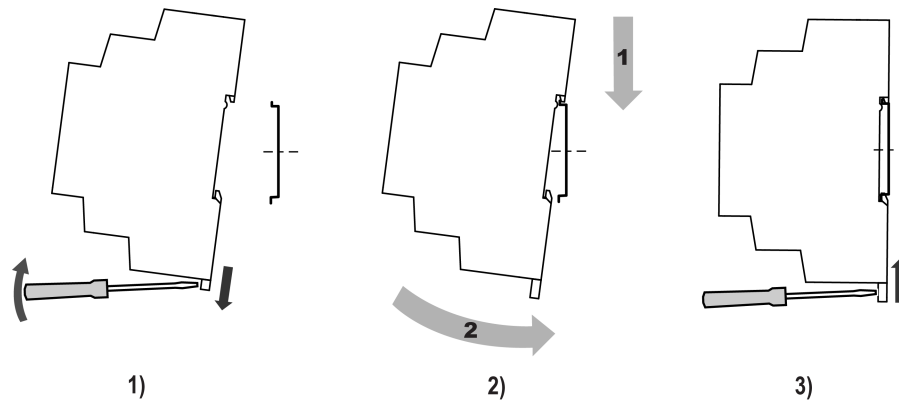

Abb. 5.2 Hutschienenmontage
2. Ziehen Sie die Lasche auf der Unterseite des Geräts mit einem Schraubenzieher nach unten (siehe Abb. 5.2, 1). Setzen Sie das Gerät auf die Hutschiene auf.
3. Drücken Sie das Gerät kräftig zur Hutschiene in Pfeilrichtung 1 und 2, bis es einrastet (siehe Abb. 5.2, 2).